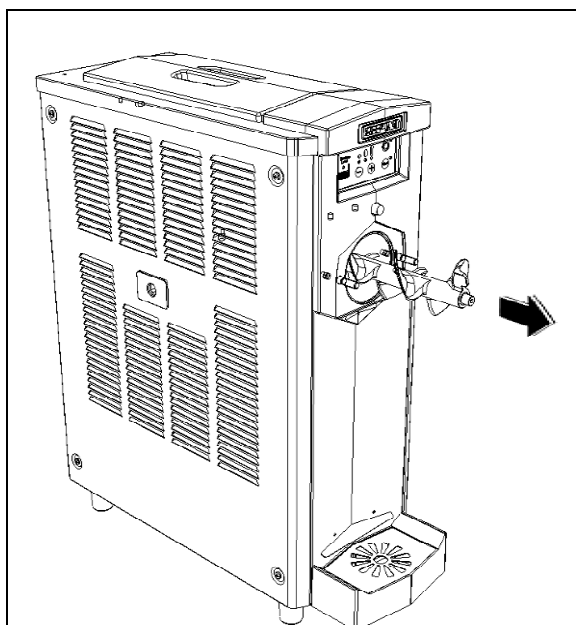

Fig. 11
- **E**xtraiga la espiral de mezclado (fig.11)